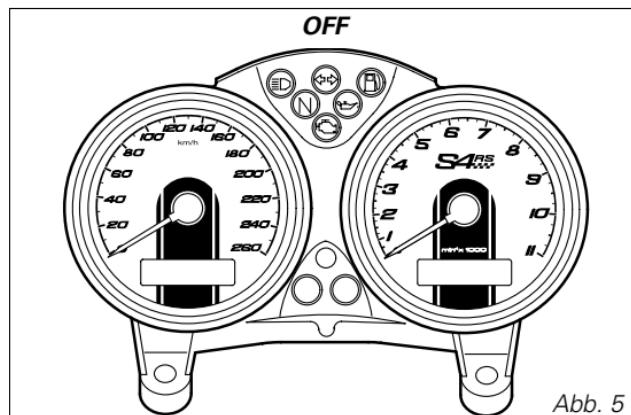
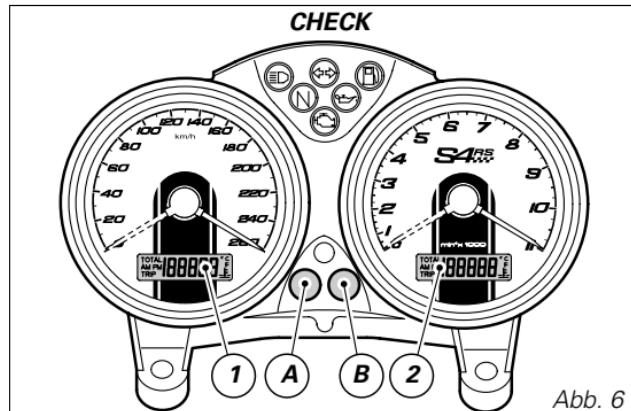

Abb. 5
Abb. 6
Beim Einschalten (Zündschlüssel von **OFF** auf **ON**) führt das Cockpit einen **Check** an allen Instrumenten (Zeiger, Display, Kontrollleuchten), siehe (Abb. 5 und Abb. 6) durch.
Durch Drücken der Taste (B, Abb. 6) wird bei auf **ON** stehendem Zündschlüssel abwechselnd der Stand des Tageskilometerzählers und des Kilometerzählers angezeigt.
Durch mindestens 2 Sekunden langes Drücken der Taste (B, Abb. 6) in der Funktion **TRIP** (Tageskilometerzähler) wird das Display (LCD 1) zurückgesetzt.
Durch Drücken der Taste (A, Abb. 6) werden bei auf **ON** stehendem Zündschlüssel abwechselnd die Uhr und die Wassertemperatur angezeigt.
Die Taste (B, Abb. 6) mindestens 2 Sekunden lang drücken. Durch Drücken der Taste (A, Abb. 6) die Angabe **AM/PM** auswählen. Mit Taste (B) nun zur Einstellung der Stunden übergehen. Durch wiederholtes Drücken der Taste (A) wird die Stundenanzeige geändert. Mit Taste (B, Abb. 6) nun zur Einstellung der Minuten übergehen.
Durch wiederholtes Drücken der Taste (B, Abb. 6) innerhalb von 5 Sekunden nach dem Umstellen des Zündschlüssels auf **ON** kann die Cockpithelligkeit eingestellt werden.